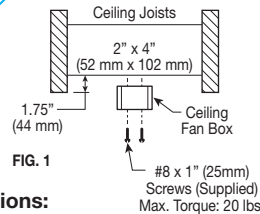

FIG. 1
- 1) Position and nail in place a wooden 2"x4" centered above the desired ceiling fan location. The bottom edge of the 2"x4" should be positioned 1-3/4" up from the bottom edge of the adjacent ceiling joists, see Fig. 1.
- 1) Posicione y clave en su lugar una 2" x 4" de madera, centrada sobre la ubicación deseada del ventilador. El borde inferior de la 2" x 4" se debe colocar 1-3/4" arriba del borde inferior de las vigas del techo adyacentes, vea la fig. 1.